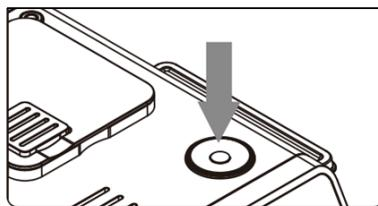

Abb. 2
⌚ Controller (11), der sich auf der Oberseite der Kaffeemaschine befindet (Abb. 2).